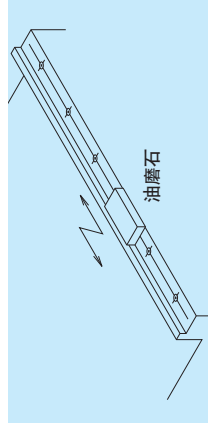

图 10.12
**(3) 安装步骤**
- ④ 高精度安装方法
- ⑤ 安装精度虽不高，但安装方法简单
- 用这两种方法安装时，都要先擦拭去直线导轨上的防锈油，并用油磨石磨去底座和工作台安装面上的毛刺和凸起部分（图 10.12）